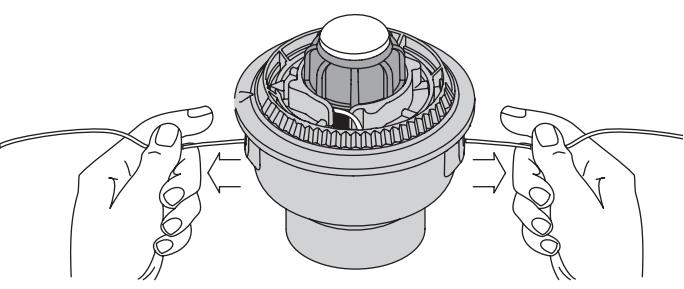

Fig. 22
9. Si el bobinado de la línea se torna difícil o la línea se enreda, tire de los extremos de la línea de la bobina. Continúe bobinando el carrete interior en sentido antihorario (Fig. 22).
Si el SpeedSpool® no suelta línea en forma correcta, tire firmemente de los extremos de la línea de la bobina (Fig. 22). Si al hacer esto la línea no se suelta, siga las instrucciones de *limpieza del SpeedSpool®* a continuación.